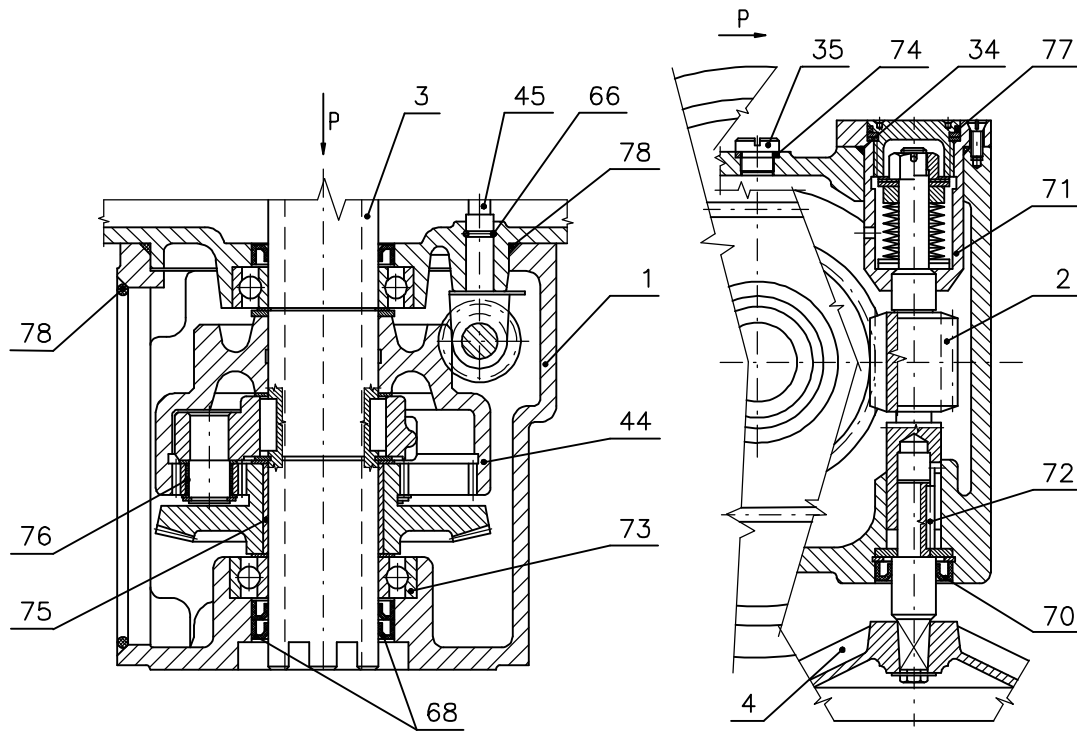
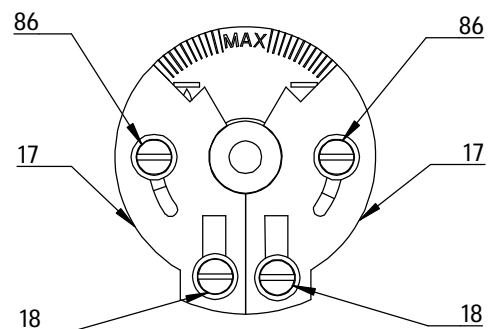

Рис. 2
Рис. 6
Модуль М3 – силовая передача с ручным управлением (рис.2) Ex с IIB T5
Моментное устройство (рис. 6 и 7)
Моментное колесо (рис. 6) укреплено на моментном валике (45), выходящем от силовой передачи (рис. 2). Угол поворота моментного колеса пропорционален крутящему моменту на выходном валу (3) электропривода. Его величина устанавливается перестановкой сегментов (17) и